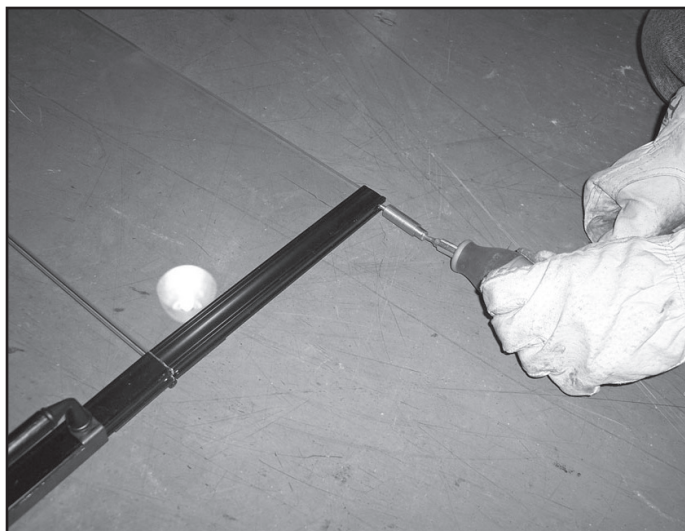

Figure 14.26 Installer les goupilles
- Retirez les goupilles de porte courtes à l'aide d'un tournevis cruciforme et remplacez-les par des goupilles plus longues. Voir la figure 14.26.